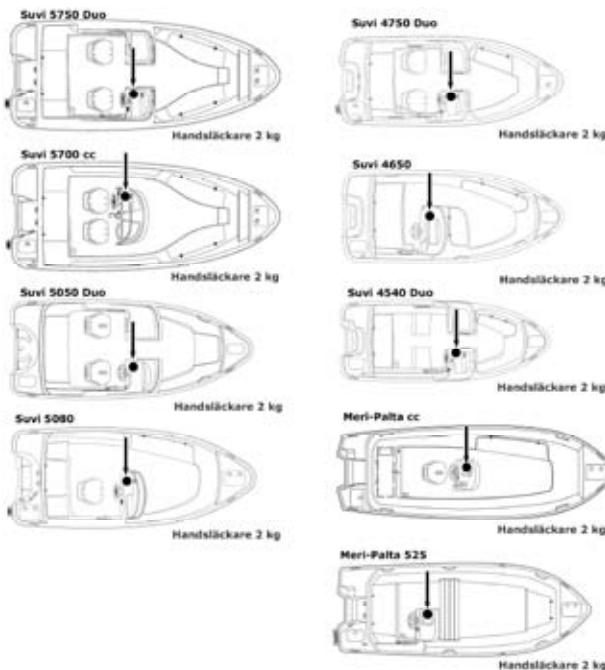

Bild 8. Handsläckarnas placering och storlek
SUVI 5700 CC, 5750 DUO, 5080, 5050 DUO, 4750 DUO, 4650, 4540 DUO, Meri-Palta CC, ja Meri-Palta 525 är utrustad med en 2 kg pulverfyld handsläckare. Handsläckarnas minsta godkända effektklass är 8A 68B. Släckaren är placerad vid båtföraren fotutrymme på vänstra sidan enligt bild 8.
- 3) Brytarpanel (Se bild 8)